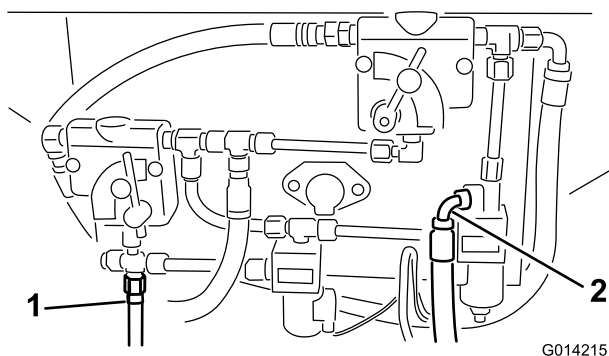
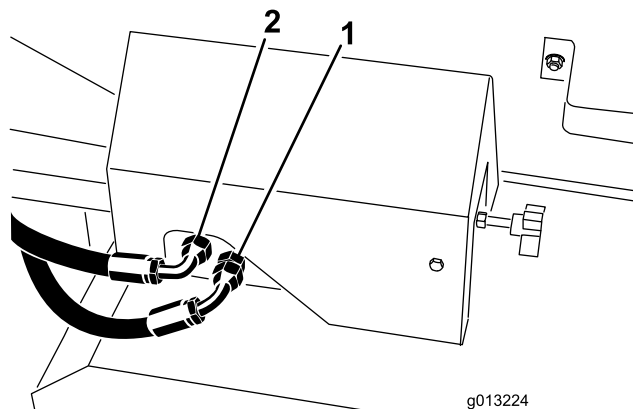
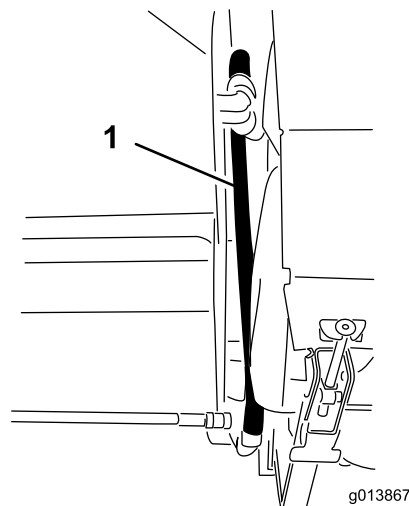
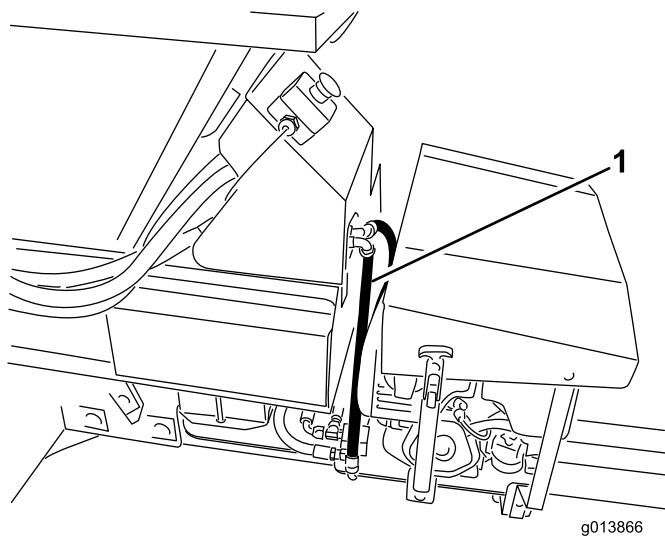

Bild 14
Bild 15
Bild 16
Bild 17
39. Identifizieren Sie die Druck- und Rücklaufanschlüsse am ProPass-Grundmodell. Siehe Bild 14 für SH-Versionen und Bild 15 für EH-Versionen.
40. Wenn der Druck- und Rücklaufschlauch bereits an den Stellen angeschlossen sind, die in Bild 14 und Bild 15 dargestellt sind, entfernen Sie sie.
41. Schließen Sie die Hydraulikschläuche am hydraulischen Bedienfeld an. Siehe Bild 14 und Bild 16 für SH-Versionen und Bild 15 und Bild 17 für EH-Versionen.